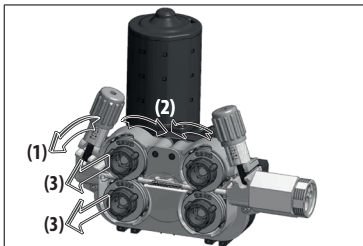

Figure 9: Retrait Des Galets De Dévidage
- Lorsque vous devez remplacer les poulies de dévidage, tirez la vis de réglage de la pression vers vous (1) pour ensuite retirer les couvercles supérieurs (2) et enlever les poulies présentes (3). (Figure 9)